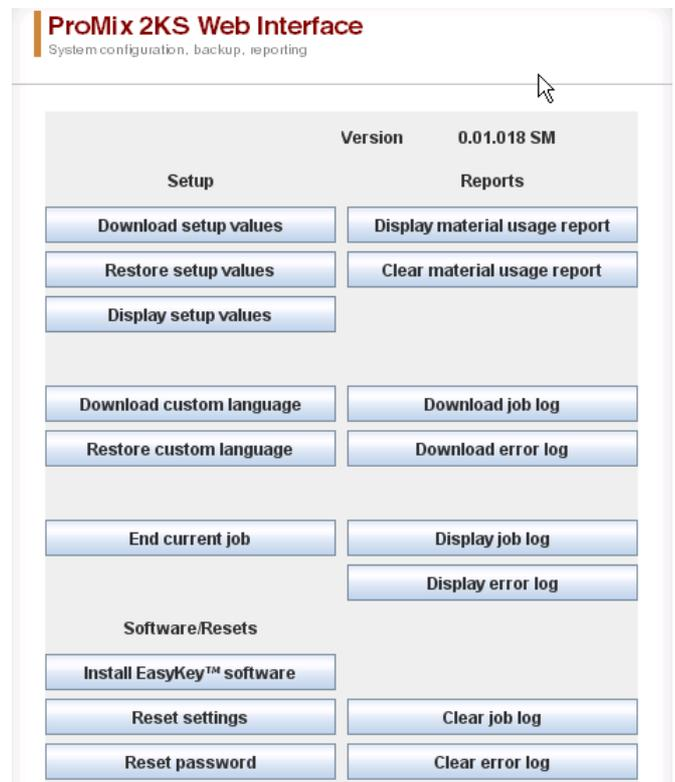

ABB. 7. Haupt-BWI-Bildschirm
- Der Haupt-Programmbildschirm erscheint. Siehe ABB. 7.
Über den Haupt-BWI-Bildschirm (siehe ABB. 7) können Sie Setup, Software/Resets oder Berichte auswählen.